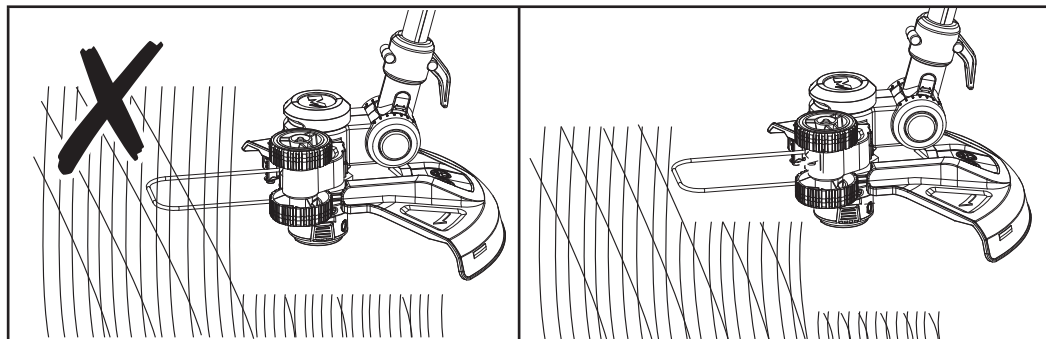

Fig. 10
- Nu permite capacului bobinei (16) să lovească solul.
- Asigură-te că produsul rămâne curat și fără resturi care pot produce blocaje. Verifică periodic. Eliberează comutatorul de pornire/oprire (2) și scoate acumulatorul (19) înainte de verificare.
- Taie iarba mai lungă din mai multe mișcări; nu tăia iarba lungă dintr-o singură mișcare. Pentru cele mai bune rezultate, taie iarba mai lungă în etape (fig. 10).